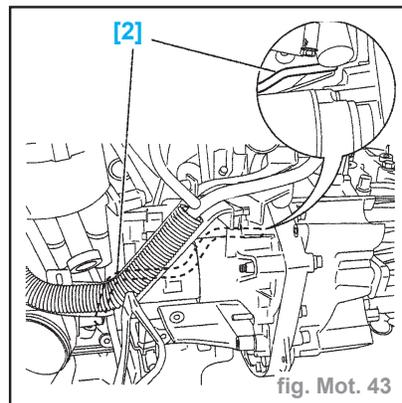

fig. Mot. 43
- Piger le volant-moteur à l'aide de la pigne [2] (-).0188-Y (fig. Mot. 43).
- Amener les vis (12) en contact contre les poulies.
- Serrer les vis (12) à **2 daN.m**.
- Déposer les piges de calage [3] - [2] (fig. Mot. 43 et 45).